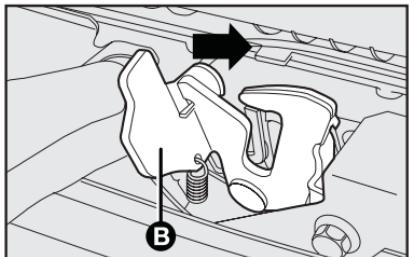

fig. 60
- desplazar la palanca en el sentido de la flecha **B**-fig. 60 como se indica en la figura;
## Cierre - fig. 60